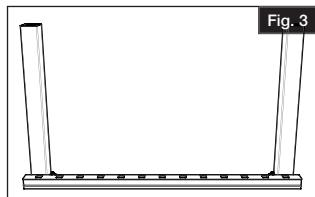
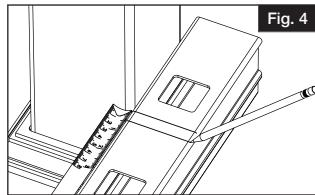
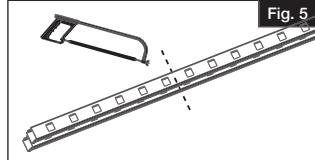

Fig. 3
Fig. 4
Fig. 5
Au moyen d'une mèche de  $\frac{1}{8}$  po (3,2 mm), percer des avant-trous pour les supports du haut et du bas (Fig. 3). Enlever le gabarit (le cas échéant).
Placer la lisse dans l'ouverture entre les poteaux en laissant un espace égal entre le dernier barreau et le poteau à chaque extrémité (Fig. 3). Faire une marque pour indiquer un espace de 2 po (50 mm) à l'extrémité du poteau pour tenir compte de la largeur du support et de la dilatation (Fig. 4). Aligner la main courante sur la lisse et couper les deux pièces à l'aide d'une scie à onglets ou d'une scie à métal [voir les spécifications du fabricant pour le choix de la lame] (Fig. 5).
- Placer la section de rampe d'escalier assemblée à côté des poteaux d'escalier déjà installés en laissant une distance égale aux extrémités des deux barreaux. Puis, fixer la section de rampe d'escalier aux poteaux (Fig. 3).